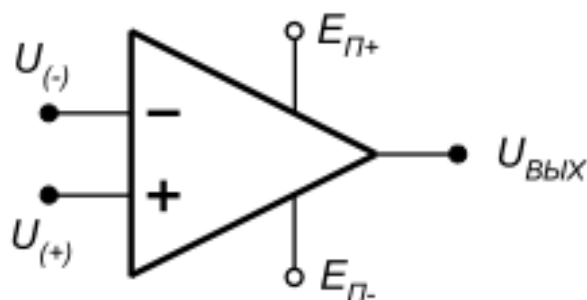

Рис. 6.1. Условное обозначение ОУ:
1. операционный усилитель (ОУ) – полупроводниковый прибор, предназначенный для усиления напряжения и обеспечивающий выполнение различных операций по преобразованию аналоговых электрических сигналов: усиление, сложение, вычитание, интегрирование, дифференцирование и т. д. Возможность выполнения этих операций ОУ определяется наличием цепей положительной и/или отрицательной обратной связи, в состав которых могут входить сопротивления, емкости, индуктивности, диоды, стабилитроны, транзисторы и некоторые другие электронные элементы. Типовой ОУ представляет собой дифференциальный усилитель с очень высоким коэффициентом усиления. На рис. 6.1 показано условное обозначение ОУ на принципиальных схемах.